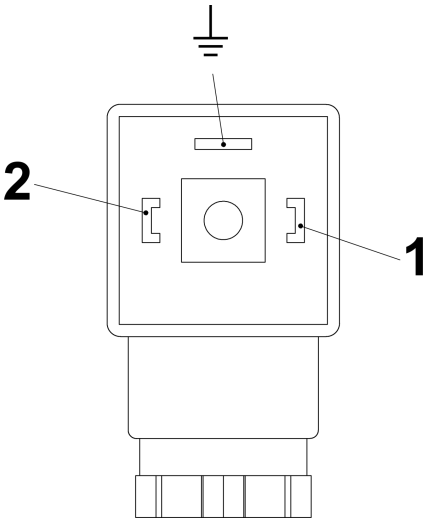
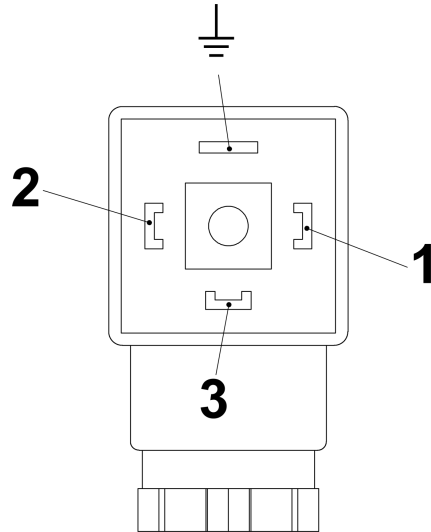

Abb. 27: Pin-Belegung Steckerdose Schließer (Form 30x70)
Abb. 28: Pin-Belegung Steckerdose Wechsler (Form 30x70)
6. ➤ Anschluss gemäß den Anschlussbildern (Abb. 27 und Abb. 28) vornehmen